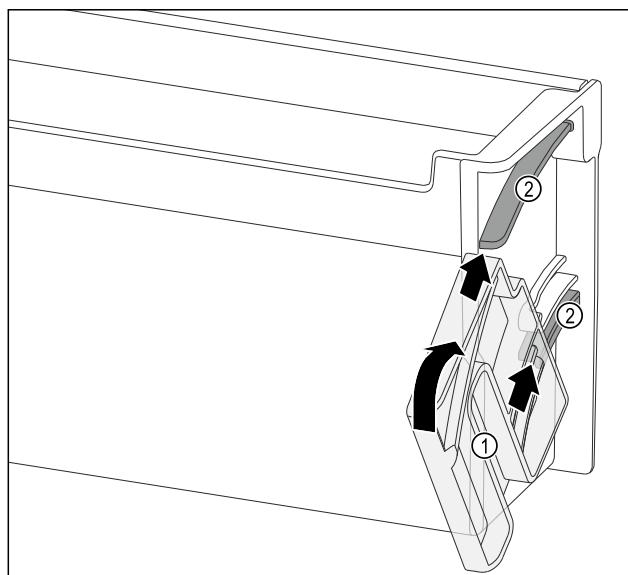

Fig. 100
- Umiestniteotočnú jednotku Fig. 100 (1) tak, aby sa vybrania nachádzali presne oproti vodiacich kanálov Fig. 100 (2) odkladacieho priestoru vo dverách.
- Otočte otočnú jednotku Fig. 100 (1) do uvedeného smeru.